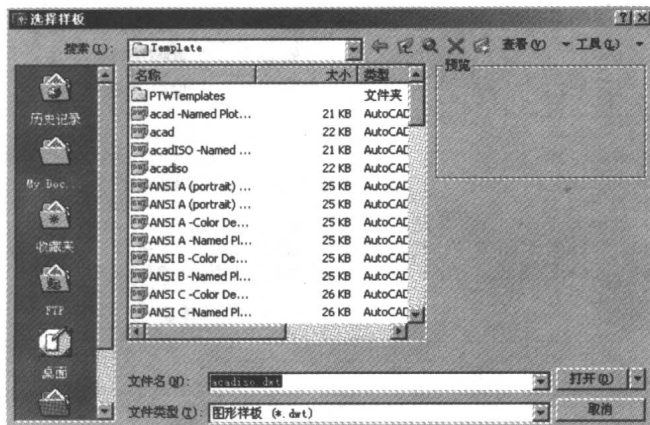

图1-2 【选择样板】对话框
1. 选择【文件】/【新建】命令, 或者单击【标准】工具栏中的  按钮, 打开【选择样板】对话框, 如图 1-2 所示。